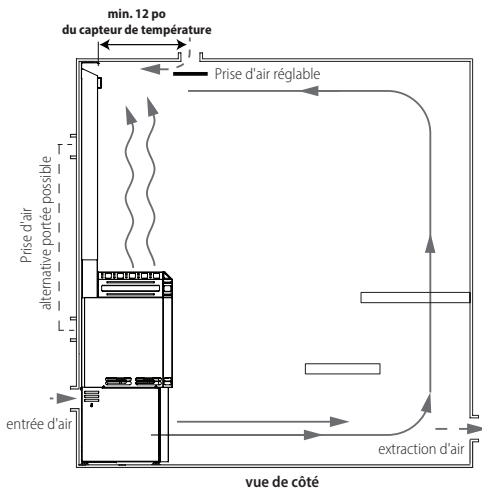

Figure 1
- Les dimensions de l'appareil sont indiquées sur les **Figures 1** et **2** (voir les pages 65 et 66).